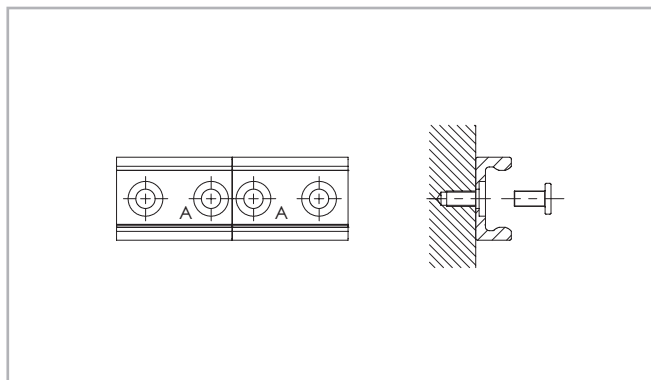

Рис. 80
- (1) Предварительно прикрепите сегменты составной направляющей к несущей поверхности, ввернув в отверстия все крепёжные винты, кроме наиболее близких к стыку
- (2) Закрепите крепёжные винты на стыке, но не затягивайте до конца (см. Рис. 80);